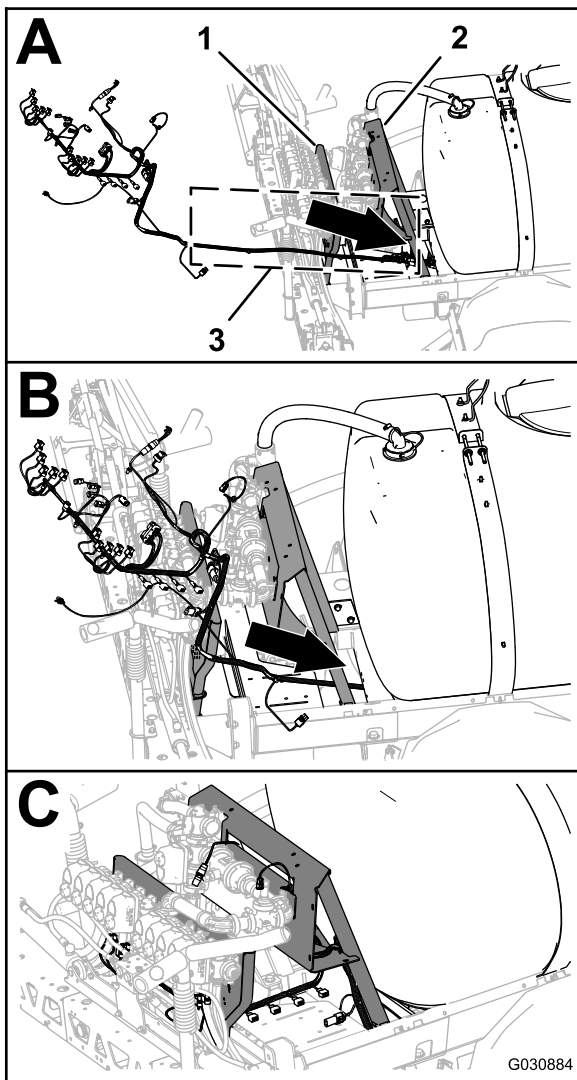

Figura 111
2. Passe a secção com 165 cm e a secção com 203 cm da nova cablagem elétrica entre a montagem da válvula para as 10 válvulas de pulverização e o suporte direito para a montagem do coletor (Figura 111).